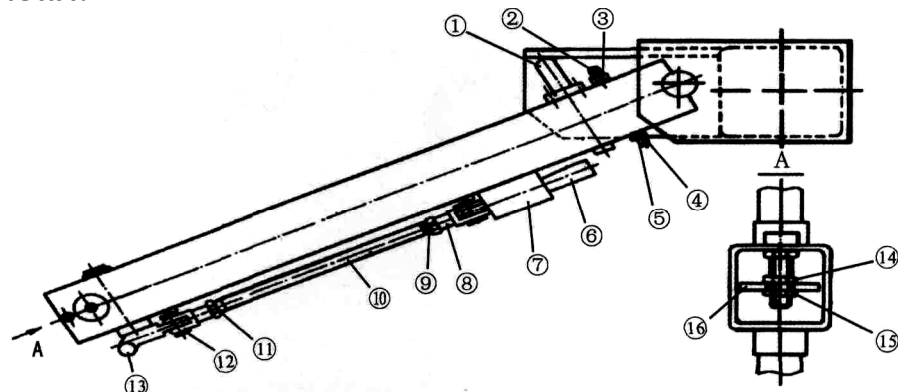

Рис. 19
14. Регулировка станка с двойной блокировкой (рис.19)